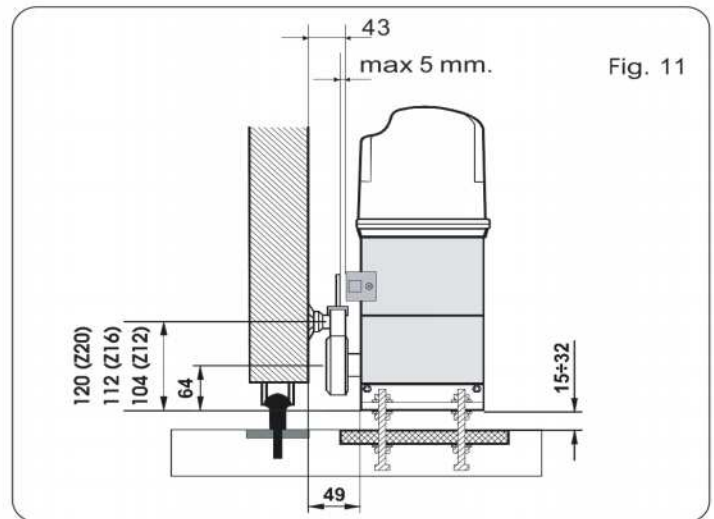

Fig. 11
- 4) Regule la altura de las patas y la distancia de la cancela tomando como referencia la Fig. 11.